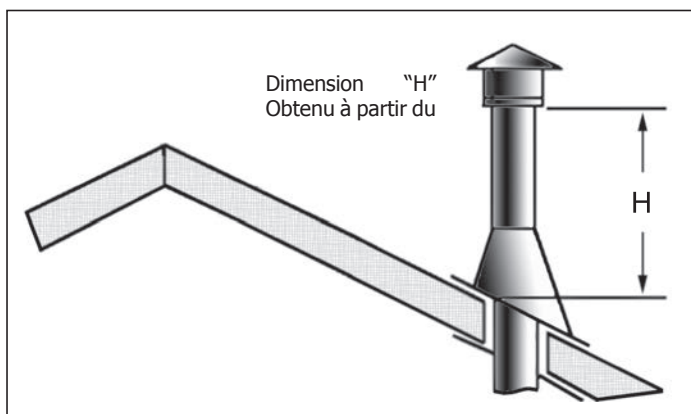

Figure 35: Hauteur d'évacuation verticale;
- Etape 8.** Continuez à ajouter des sections de tuyaux jusqu'à la hauteur du bouchon d'évacuation rencontre les exigences minimales du code. Reportez-vous à la figure 35 et le tableau 7. Notez que plus la pente du toit, la hauteur de l'évent doit être augmentée. Dans des conditions de vent fort, la proximité d'arbres, lignes de toitures adjacentes, les toits en pente abrupte et d'autres facteurs similaires peuvent entraîner un mauvais projet, ou vers le bas rédaction. Dans ces cas, l'augmentation de la hauteur d'évent peut résoudre le problème.
Tableau 7: Minimum "H" de la figure 35.